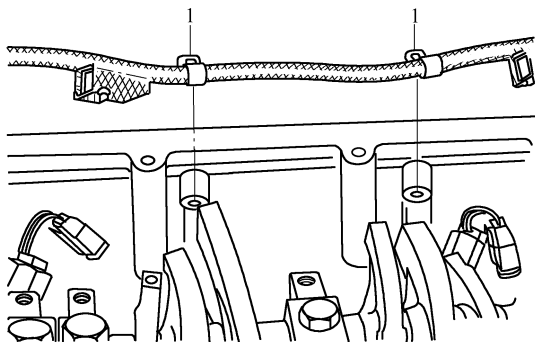
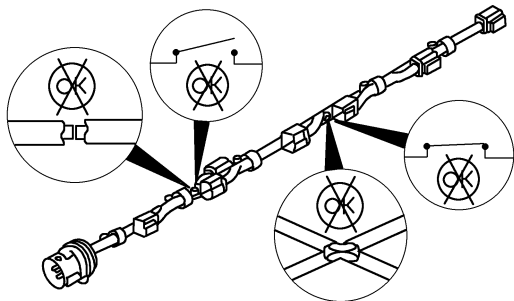

图 5-10 拆下5颗压紧螺栓
图 5-11 检查执行器线束有无开路或短路
⑤ 拆下固定内部执行器线束的5颗压紧螺栓,如图5-10所示。
(2) 检查线束能否继续使用
① 如果发现内部执行器线束开路或短路(图5-11),应维修或更换内部执行器线束。